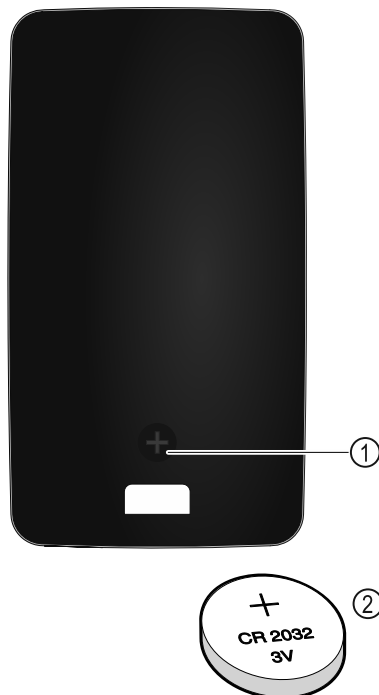

Fig. 255
Oddaljeni upravljalnik se napaja prek baterije tipa CR 2032 s 3 V Fig. 255 (2). Takšen tip baterije je na voljo v specializirani trgovini.
- ▶ Odvijte vijak Fig. 255 (1) na zadnji strani oddaljenega upravljalnika.